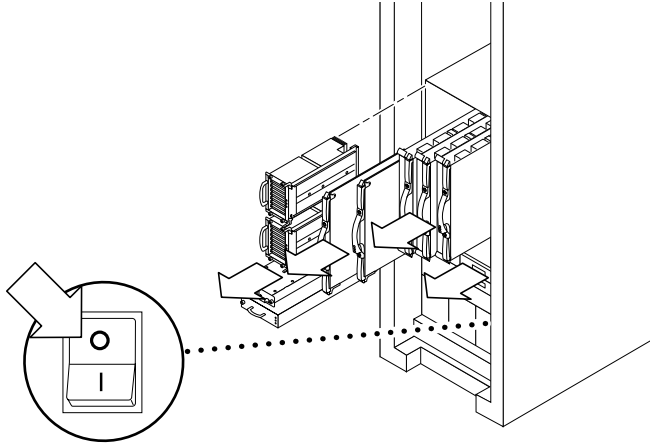

図 12-13 Sun Fire 4810 システムの正面からのすべてのボードおよびファントレー、AC 入力ボックス、電源装置の取り外し
- d. すべてのボード (フィルターボードを含む) およびファントレー、AC 入力ボックスを取り外します (図 12-13)。
- b. 3 つの電源装置をすべて取り外します (図 12-13)。
8. システムの正面で、すべてのボード (フィラーボードを含む) およびファントレー、AC 入力ボックスを元の位置に取り付けます (図 12-13)。
7. システムの正面で、すべての電源装置を元の位置に取り付けます (図 12-13)。